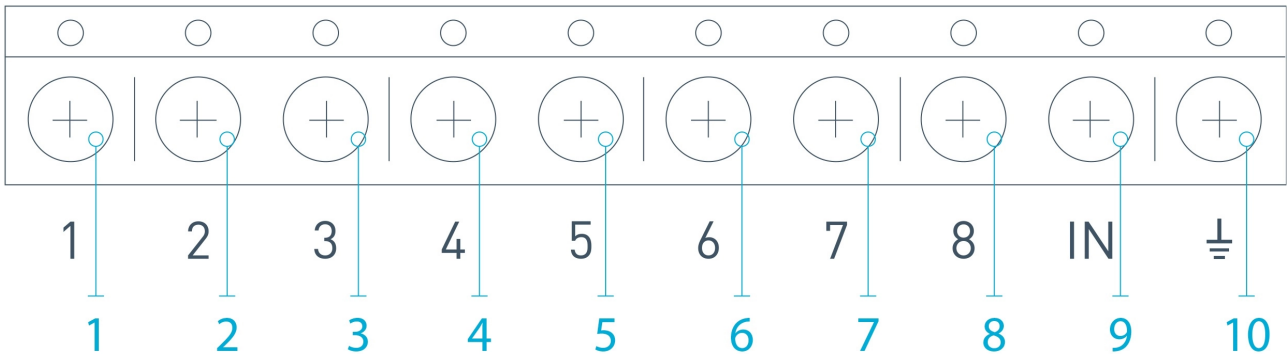

Imagen 17. Salidas principales y entrada “IN” del receptor
3. Las salidas con los números 1–8 (Imagen 17) corresponden a 8 zonas de alarma nominal principales.